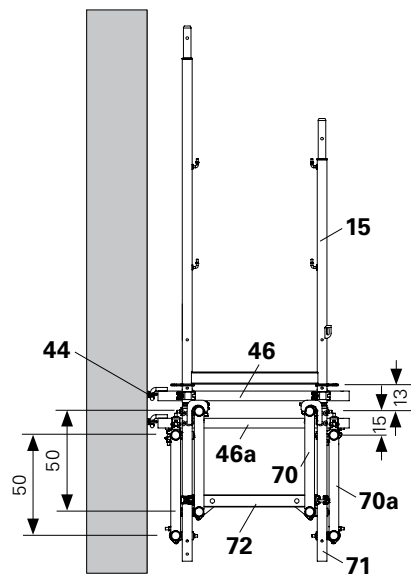

Abb. D4.17
1. Gerüsthalter UWT (46) an Ringschraube UFE einhängen.
2. Gerüsthalter UWT (46) auf die Obergurte der oberen Gitterträger (70) auflegen. Gerüsthalter UWT an beiden Vertikalstielen des Basisrahmens (15) montieren.
3. Gerüsthalter UWT (46a) zwischen die Obergurte der Gitterträger (70) auflegen. Gerüsthalter an allen 4 Obergurten der Gitterträger montieren.
4. Gerüsthalter UWT (46b) an beiden Vertikalstielen der Easyrahmen EVF (16) montieren.
- (Abb. D4.17 – D4.19)